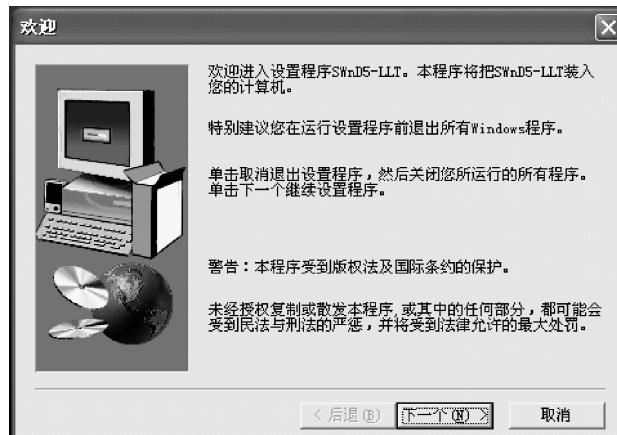

图 2-15 SWnD5-LLT 程序设置安装画面
软件安装图标  SETUP，进入软件安装画面，然后按照安装提示进行一步一步的安装，直至进入 SWnD5-LLT 程序设置安装画面，如图 2-15 所示。
3) 单击图 2-15 中的“下一个 (N) >”按钮，将出现如图 2-17 所示的“用户信息”